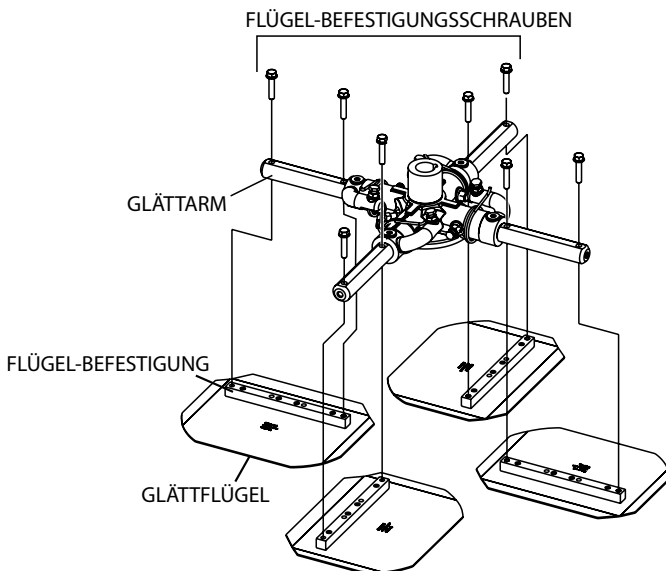

Abbildung 52. Glättflügelausbau
2. Entfernen Sie die Schrauben und Sicherungsscheiben von allen Glättarmen und entfernen Sie dann die Flügel, wie in Abbildung 52 gezeigt.